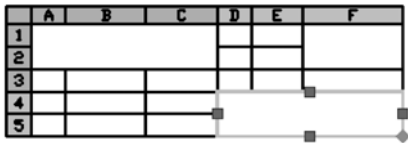

图 7-40 单元合并的效果
16) 使用同样的方法合并其他选定的单元格,完成单元格合并后的表格效果如图7-40所示。